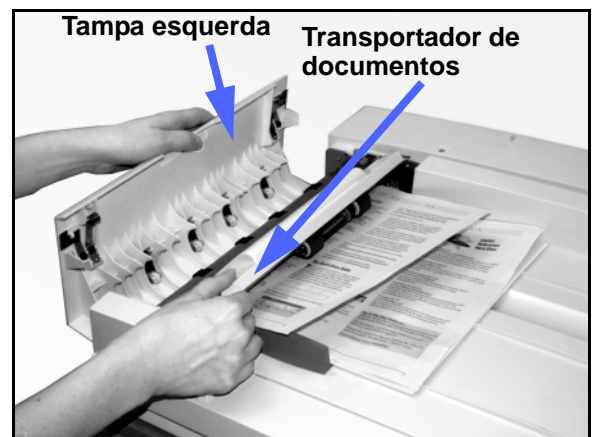

Figura 7: abrir a Tampa esquerda e o Transportador de documentos
- 1 Abra a Tampa esquerda, levantando-a para a esquerda, e abra o Transportador de documentos, conforme ilustrado na Figura 7.